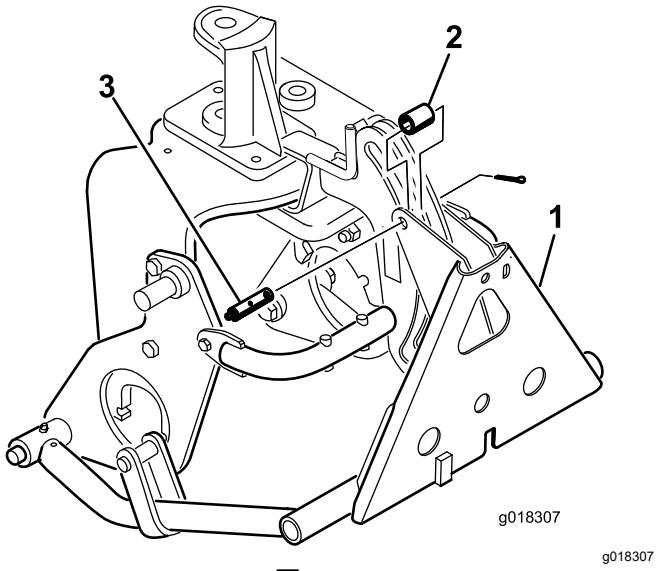

图 15
8. 使用管、柱销和开口销将机架接头固定到挂钩架 **图 15**。